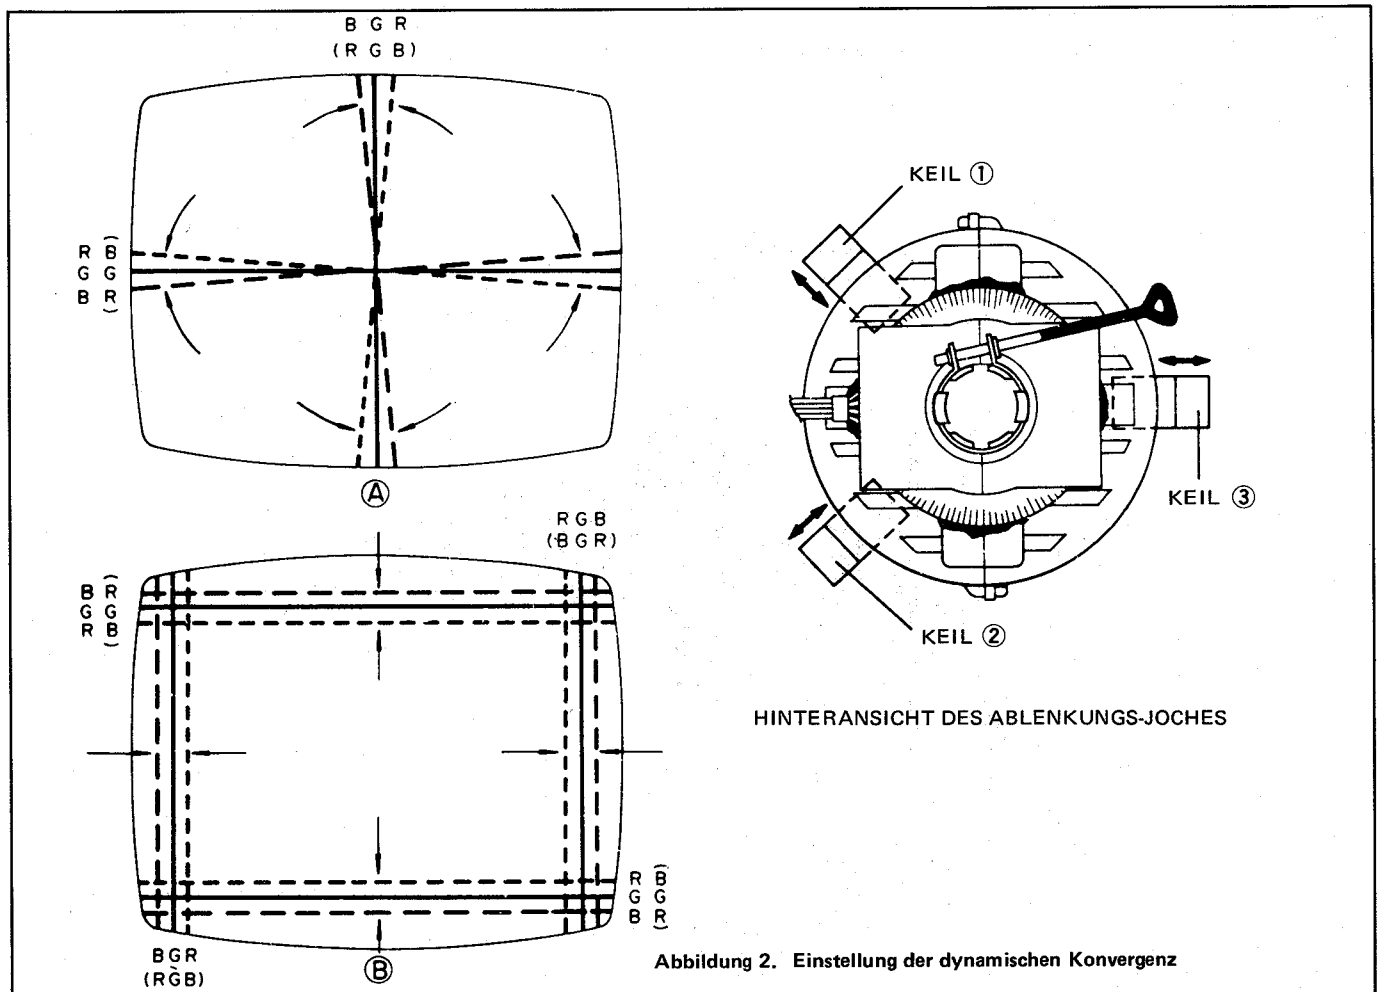

Abbildung 2. Einstellung der dynamischen Konvergenz
3. Das Ablenkungs-Joch nach oben und unten schräg verschieben, und die Schrägeinstellkeile ① und ② zwischen dem Ablenkungs-Joch und der Kathodenstrahlröhre einführen, bis die in Abb. 2 (A) gezeigte Unkonvergenz korrigiert wurde.
4. Das Ablenkungs-Joch schräg nach rechts und links verschieben und den Schrägeinstellkeil ③ zwischen dem Ablenkungs-Joch und der Kathodenstrahlröhre einführen, bis die in Abb. 2 (B) gezeigte Unkonvergenz korrigiert wurde.